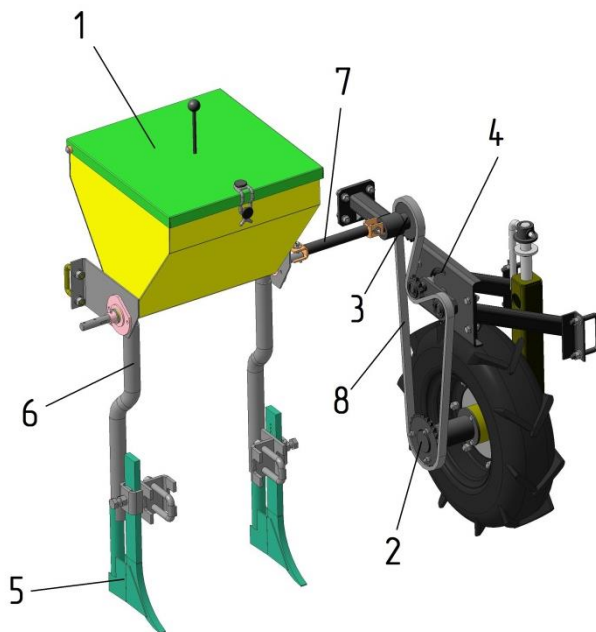

Рисунок 4 – Механизм для внесения твердых удобрений
3.4 Механизм для внесения твердых удобрений (рисунок 4) состоит из бункера 1, в нижней части которого расположен шнек, приводящийся во вращение цепной передачей от приводного колеса и подающий удобрения по семяпроводам 6 к лапам-подкормщикам 5. Натяжение цепи 8 регулируется устройством натяжным 4.